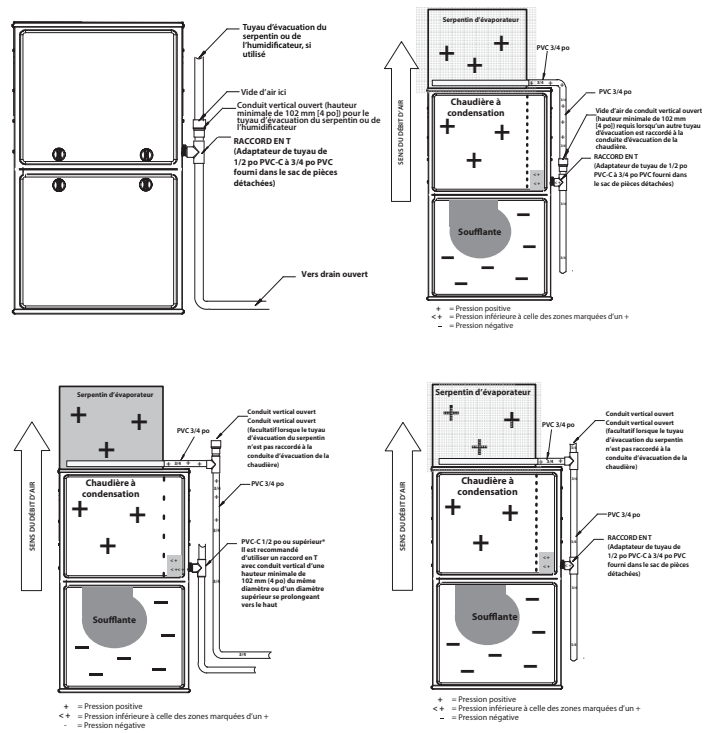

Fig. 12 – Exemple de fixation au drain sur le terrain
- Tout tuyau d'évacuation est en PVC d'au moins 3/4 po et il existe un té de refoulement dans la partie supérieure du tuyau d'évacuation de condensat, comme illustré à la Fig. 12.